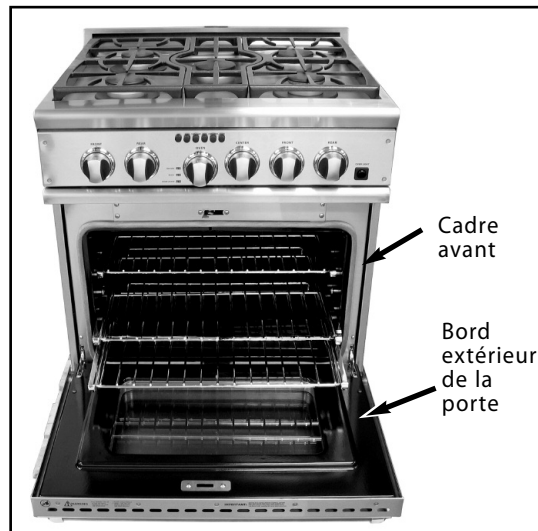

Fig. 12
- ✓ Nettoyez le cadre avant du four et les bords extérieurs de la porte. Essuyez les gros débordements et dépôts graisseux. (Voir Fig. 12.)